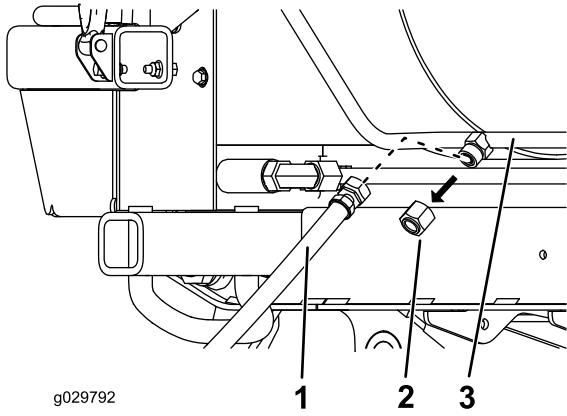

Figura 15
A. Retire a tampa da linha rígida do tubo de retorno (Figura 15).
B. Ligue o tubo curto à linha rígida (Figura 15).